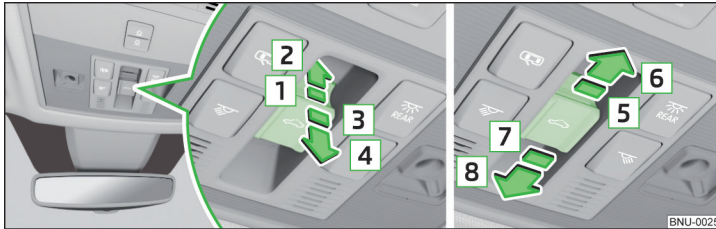

Abb. 54 Bedienung des Schiebe-/Ausstelldachs
**Bedienung des Schiebe-/Ausstelldachs** » Abb. 54
Wird das Schiebe-/Ausstelldach geschlossen, indem der Schalter in der Stellung 7 / 8 gehalten wird » Abb. 54 auf Seite 69 und der Schließvorgang durch ein Hindernis gehindert wird, dann wird beim dritten Schließversuch die Kraftbegrenzung außer Funktion gesetzt (wenn die Zeitspanne von 5 s zwischen den einzelnen Schließversuchen unterschritten wird). Das Schiebe-/Ausstelldach schließt mit voller Kraft - es besteht Verletzungsgefahr.